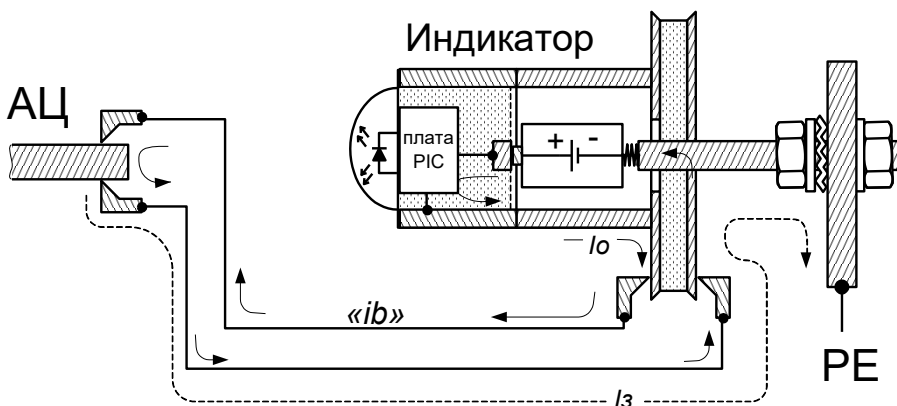

Рисунок 3 – Схема соединений
2.1.3 Через один из проводов заземляющего проводника (рисунок 3) происходит стекание статического электричества (I_3) с автоцистерны (АЦ) на магистраль заземления (РЕ). Второй провод служит для измерения сопротивления цепи заземления: переходных сопротивлений между контактами зажимов, сопротивления проводов заземляющего проводника. Измерительный ток (I_o) соответствует параметрам искробезопасности « i_b ». Если суммарное измеренное сопротивление не превышает 100 Ом, то приблизительно через пять секунд загорается светодиод индикатора, разрешая проведение операции слива-налива автоцистерны.